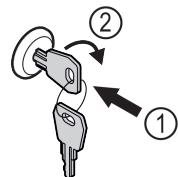

Fig. 150
- Shtyni çelësin brenda Fig. 150 (1).
- Rrotulloni çelësin me 90° në drejtimin orar Fig. 150 (2).